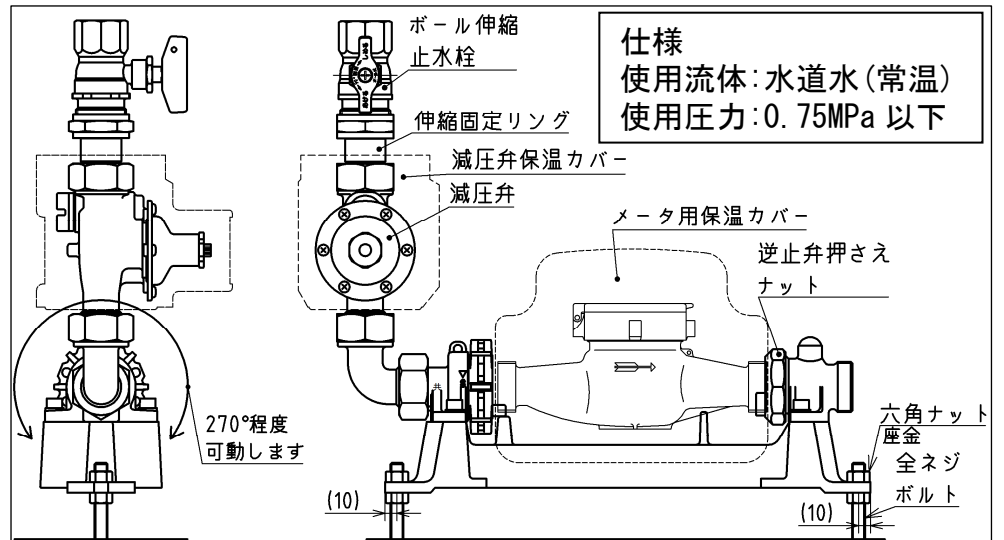

図 1
- 配管接続前にメータセット PS を水平に設置して頂く為、コンクリート地面に墨入れした後、メータセット PS を取付ける位置へ、アンカーボルト又は全ねじボルトを埋めておいて下さい。推奨ねじの呼びは、W3/8 又は M10 です。(図 1 参照)
- 配管取付け後、仮止めしておいたメータセット PS をアンカーボルト又は全ねじボルトに、六角ナット及び座金を使用し、動かないように固定してください。(図 1 参照)
メータセット PS GL 型の 1 次側はボール止水栓、減圧弁及びエルボで構成されています(図 1 参照)。各々は、袋ナットで接続、Oリング止水方式になっています。袋ナット及びOリングは、兼用になっていますので、用途に合わせ構成を組替えることができます。